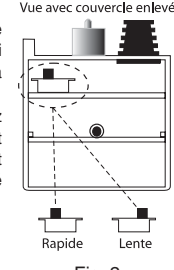

Fig. 2
Les appareils de vérification de tonalité modèles 77HP, 77HP/6A, 77HP/6AC, 150 et 150P sont logés dans des boîtiers en plastique très résistants aux impacts; ils sont alimentés par une batterie de 9 volts. Les fils test standards comprennent des bornes test sous caoutchouc rouges et noires et un cordon modulaire antiaccroc à 4 conducteurs avec prise. (Les modèles 77HP/6A et 150P offrent des testeurs lit à clous inclinés. Le modèle 77HP/6A offre des testeurs lit à clous inclinés ainsi que des cordons en nylon tressés.) En plus du serre-câble pour fil de test, tous les modèles offrent une lanière durable pour transporter ou accrocher le testeur. Un interrupteur à bascule à trois-positions contrôle les modes de fonctionnement et deux (2) diodes bicolors affichent la polarité des lignes 1 et 2. Les fonctions de test de tonalité et de continuité sont uniquement appliquées à la ligne 1 à l'aide de la fiche modulaire. Un sélecteur de tonalité (voir figure 2) situé à l'intérieur de chaque appareil permet de sélectionner une tonalité modulée rapide ou lente.